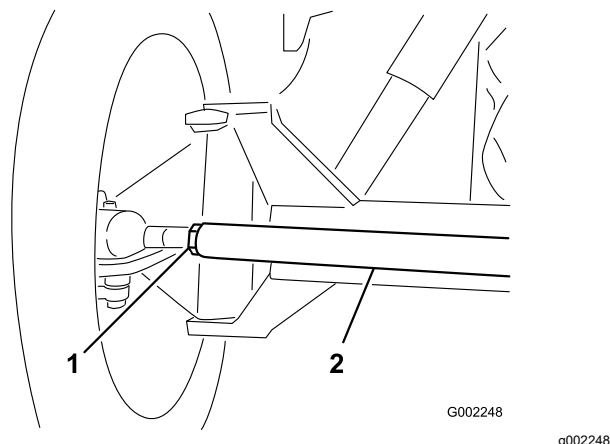

図 90
3. 前後の測定値の差が所定範囲にない場合、タイロッド両端のジャムナットを外して調整を行う(図 90)。